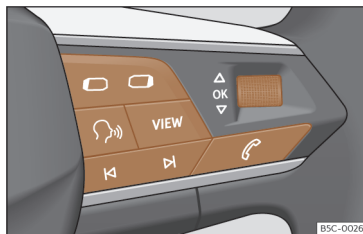

Fig. 11 Lado direito do volante multifunções: botões para utilizar os menus e as indicações informativas do painel de instrumentos (segundo versões).
Enquanto existir uma advertência com prioridade 1 >>> **Página 25**, não será possível acessar a nenhum menu. Algumas advertências podem ser confirmadas e ocultadas com o botão **OK** do volante multifunções >>> **Fig. 11.**
- Se aparecer uma mensagem ou o pictograma de um veículo, pressione o botão **OK** >>> **Fig. 11**; se for necessário, várias vezes.